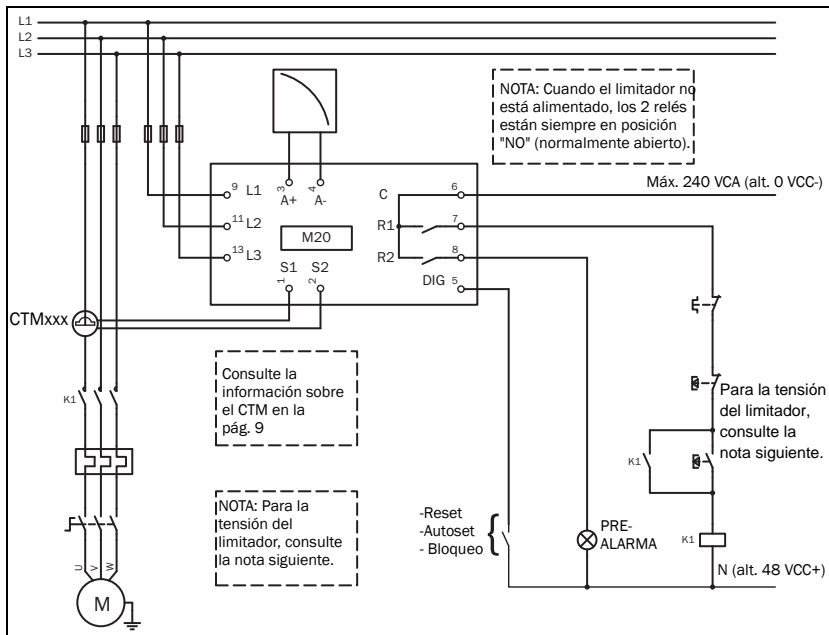
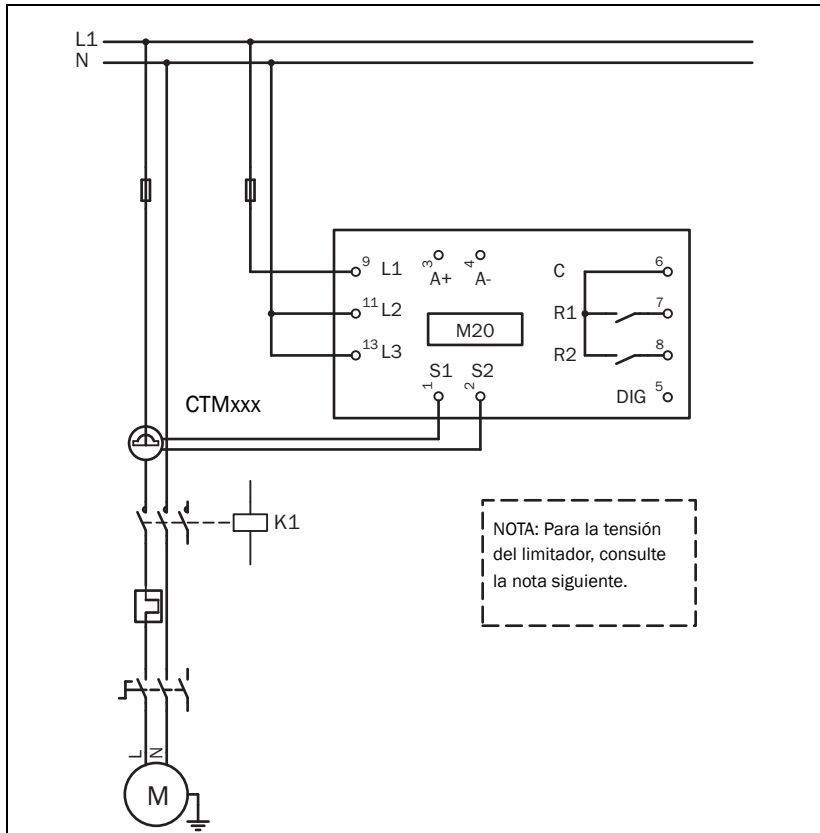

Figura 1 Ejemplo de conexión
Figura 2 Ejemplo de conexión monofásica.
1. Conecte el Emotron M20 como se indica en el capítulo 5 y en la Figura 1.
El esquema de cableado siguiente es un ejemplo de cómo se puede conectar el M20 para controlar el circuito de maniobra de un motor trifásico, Figura 1. Las conexiones a un motor monofásico se describen más adelante en este manual (Figura 2), al igual que los cambios que es preciso hacer en la configuración para aplicaciones de este tipo. La conexión predeterminada del M20 es trifásica.
1. El transformador de intensidad CTMxxx se debe colocar en la misma fase que la conectada al terminal 9 (L1); consulte la Figura 1. Si no se cumple este requisito, el limitador no funcionará.
2. Para una conexión monofásica, consulte la figura 2.
NOTA: El transformador de intensidad (CTMxxx) se debe colocar en la misma fase que la conectada al terminal 9 (L1); consulte la Figura 1.
NOTA: Si el circuito de maniobra se conecta como muestra la Figura 1, se recomienda puentear los terminales 6 y 7 durante la programación. Una vez finalizada ésta, hay que retirar el puente. Si aplica la Figura 1, asegúrese de que el rango de tensión del limitador, por ejemplo 3x380-500 VCA, coincida con la tensión de red/del motor conectado, por ejemplo 3x400 V.
Para instalaciones con conexiones trifásicas, consulte la Figura 1 .
NOTA: Si aplica la Figura 2, asegúrese de que el rango de tensión del limitador, por ejemplo 1x100-240 VCA, coincida con la tensión de "red - neutro"/del motor conectado, por ejemplo 1x230 V.
Consulte también la figura 1 y el terminal 6: Máx. 240 VCA (o 0 VCC-) y el terminal 5: N (o 48 VCC+). Consulte también el capítulo 9, Características avanzadas.